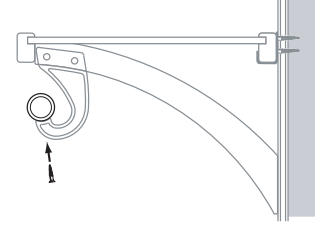

FIG. 7.1
6. Attacher la barre de penderie aux crochets en J avec des vis autopercées n° 6 de 1 1/4pouces. (Fig. 7.1)